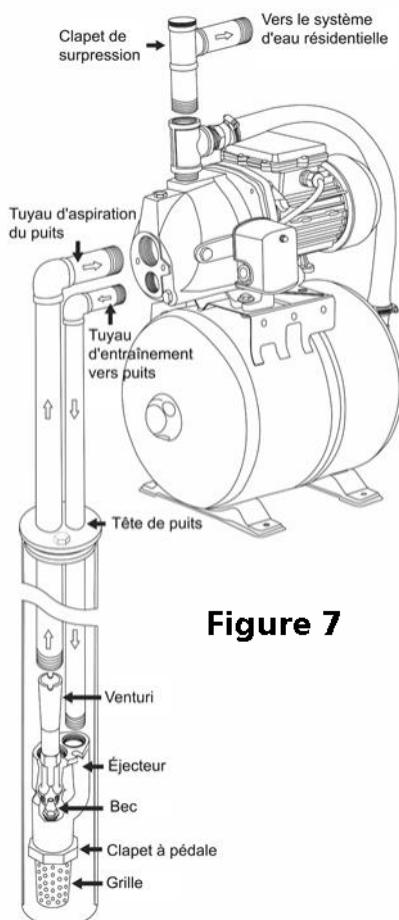

Figure 7
2. Brancher le tuyau d' entraînement et le tuyau d' aspiration avec l'éjecteur de puits profond dans la Figure 7.